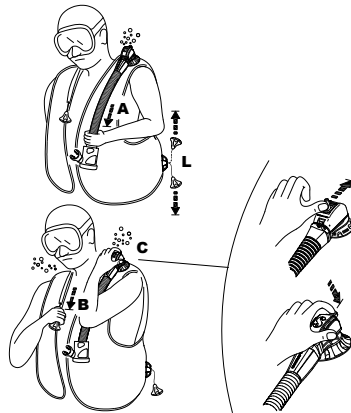

Abb. 7
- a. sanftes Ziehen an der Schlaucheinheit (Abb. 7 - A).
- b. auf den Knopf drücken, der aus dem Ventilgehäuse ragt (Abb. 7 - C) (patientiert): Dieses System kann auch dazu verwendet werden, um bei einem anderen in Probleme geratenen Taucher das Jackett zu entlüften (Panik, Anfänger, Bewusstlosigkeit usw.).
- Das SCUBAPRO® Dual Manual Dump-Ventil (Patent) verfügt über einen manuellen Sicherheitsknopf (Abb. 7-C), der auf Druck Luft ausströmen lässt, wenn das manuelle Ablasssystem versagt (gebrochenes Kabel, Stift usw.) oder wenn Air 2 zum Atmen verwendet wird.
Schulterventil (Abb. 7 - B)
Das Ventil auf der rechten Schulter, sofern vorhanden, wird durch sanftes Ziehen am Zugknopf, der über ein Zugseil mit dem Ventil verbunden ist, aktiviert (Abb. 7-B). Die Ventile müssen beim Aktivieren in einer höheren Position sein, als die Luftblase im Tarierjacket. Aktivieren Sie das Ablassventil, bis die gewünschte Luftmenge ausgeströmt ist. Zum Schließen des Ventils hören Sie zu ziehen/drücken auf (Abb. 7-B).
Unteres Ablassventil (Abb. 7 - L)
Die Ablassvorrichtungen mit dem maximalen Luftauslass sind das Schulterventil (Abb. 7 - B) und das untere Ventil (Abb. 7 - L).